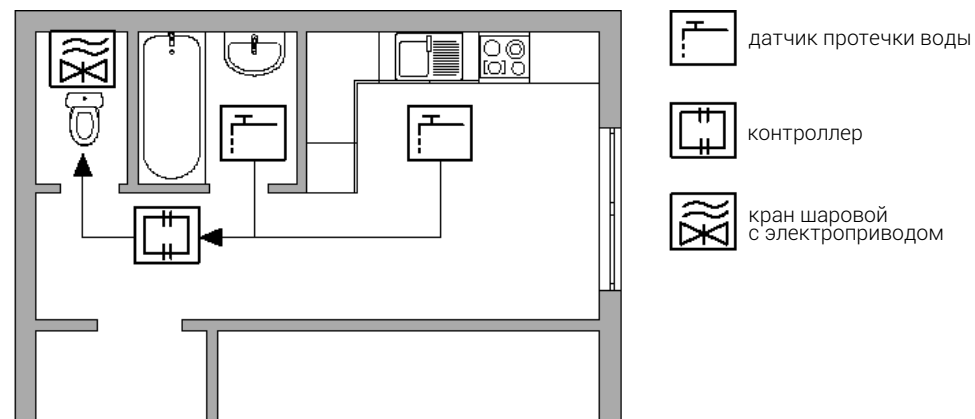

Рис. 2
2. Прокладка монтажных проводов согласно схеме подключения (рисунок 2).